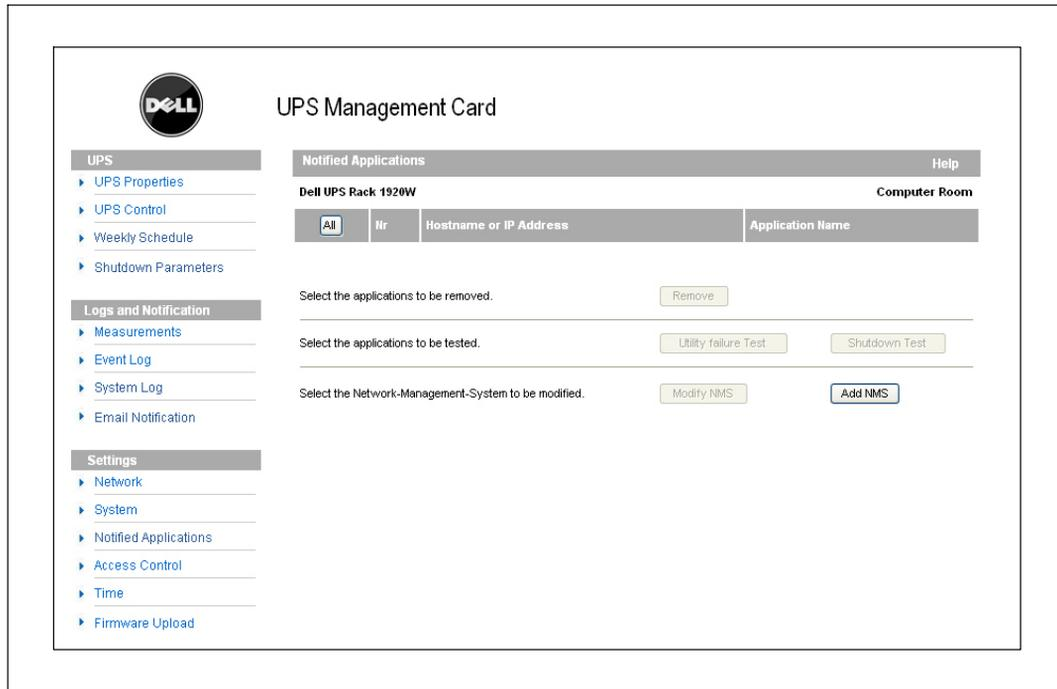

Figura 33. Página Aplicaciones notificadas
- 1 Seleccione **Aplicaciones notificadas** desde la barra de menús. Se abre la página Aplicaciones notificadas (consulte la Figura 33).